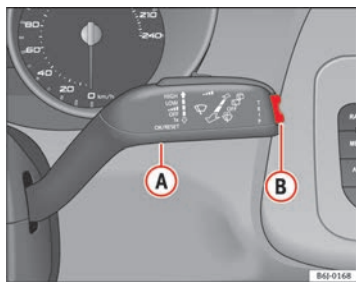

Abb. 31 Scheibenwischerhebel: Taste A und Wippentaste B
- Bei eingeschalteter Zündung kurz die Taste  $\Rightarrow$  Abb. 31 **A** im Scheibenwischerhebel betätigen, um zwischen den beiden Speichern zu wechseln.